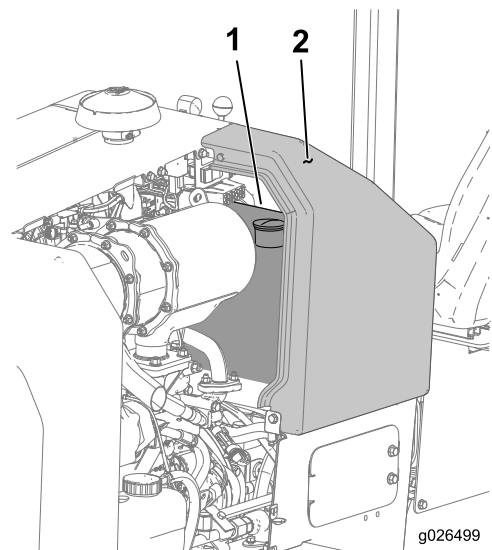

Figura 44
2. Retire el panel superior izquierdo de la consola (Figura 44).